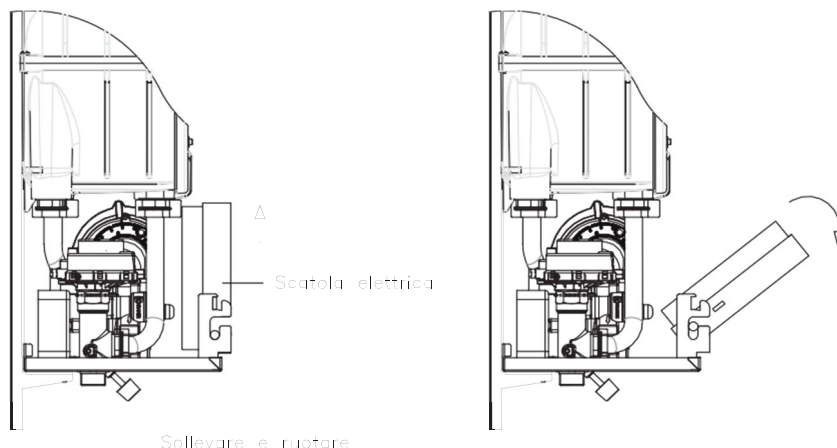

Fig.37
7.18 SOSTITUZIONE SCATOLA PANNELLO STRUMENTI (Fig. 37)
È possibile, per facilitare le operazioni di manutenzione sulla caldaia, sganciare la scatola del pannello strumenti come indicato nelle figure 37 e 38.